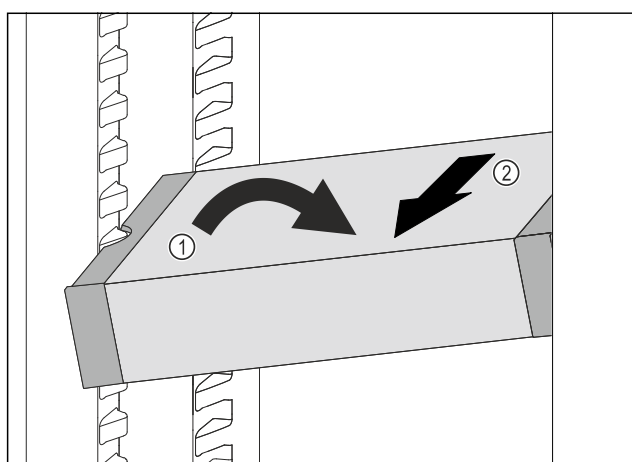

Fig. 137
- Impostare il vano frigorifero di VarioSafe ad angolo. Fig. 137 (1)
- Rimuovere VarioSafe tirando in avanti. Fig. 137 (2)